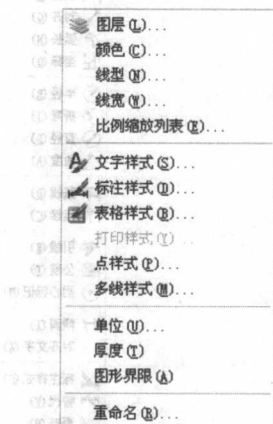

图 1-1-4
(3) 格式: 格式菜单命令主要包含图层属性、文字样式、标注样式、点样式、多线样式、图形界限、单位等。如对图层的设置、图形线型的设置、文字(点、多线、标注)的设置、图形单位的设置、图形界限的设置等, 效果如图 1-1-4 所示。